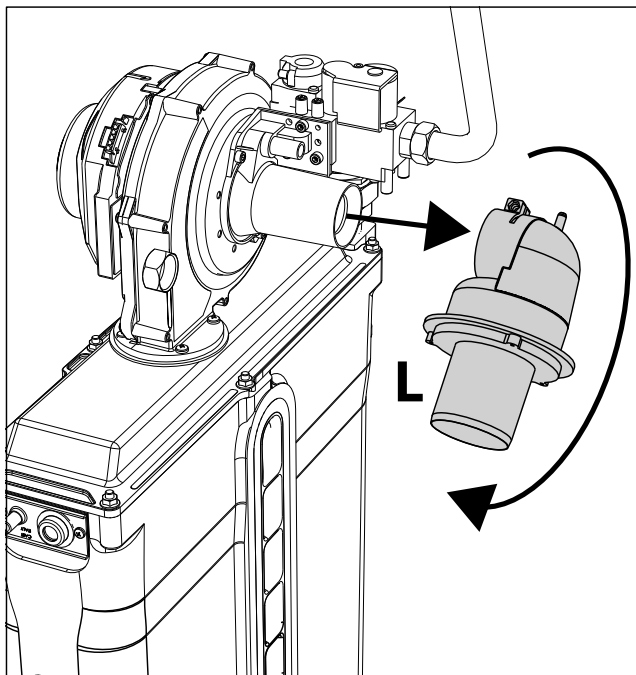

fig. 79
4. Gire y extraiga el selector "L" (vea fig. 79).